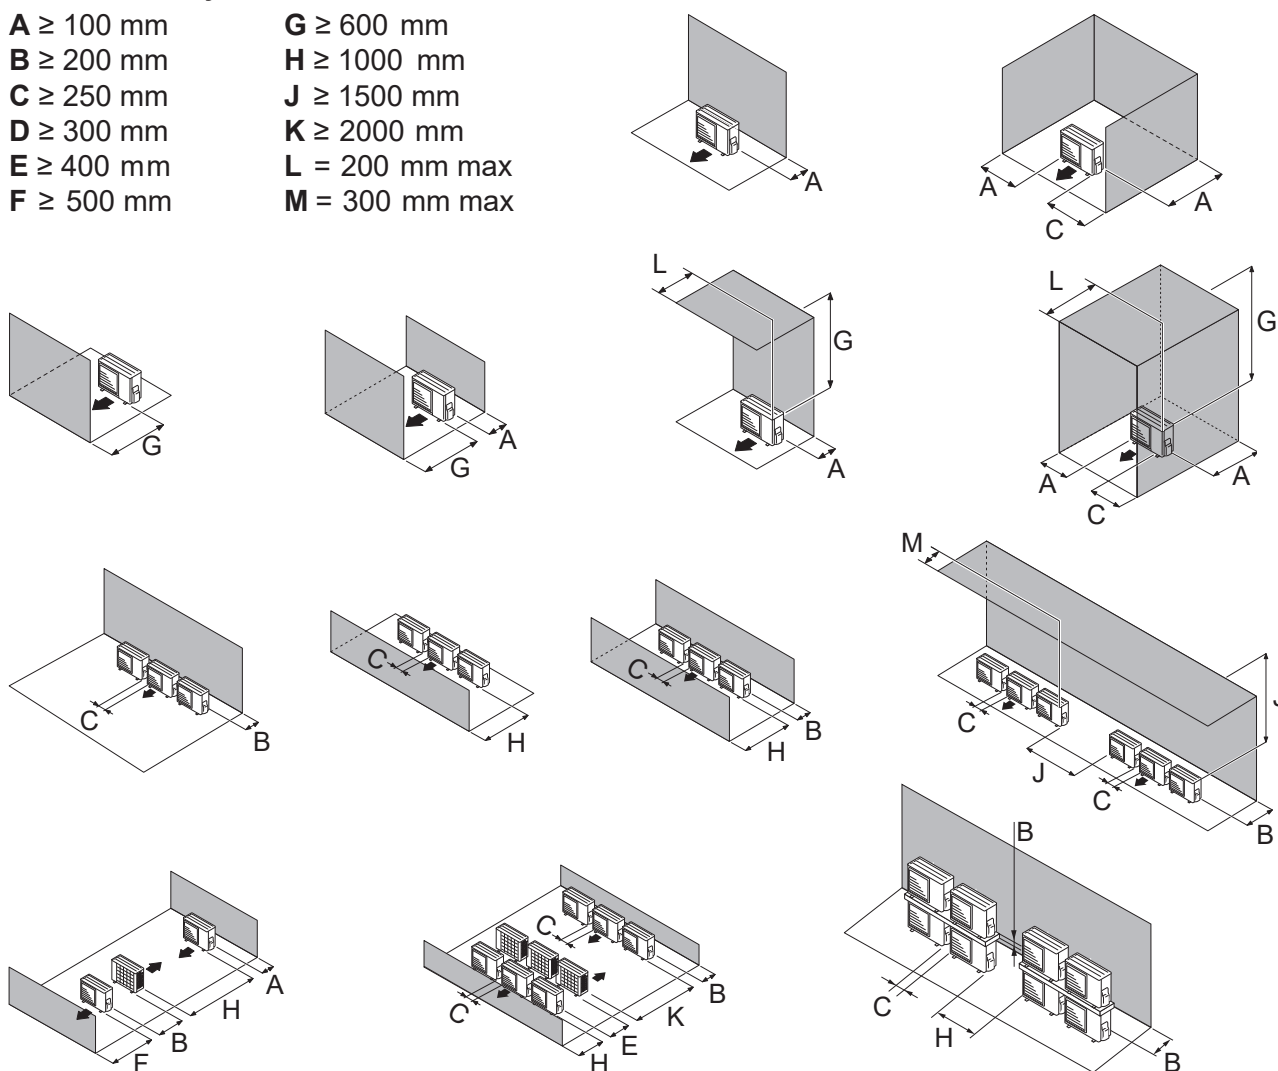
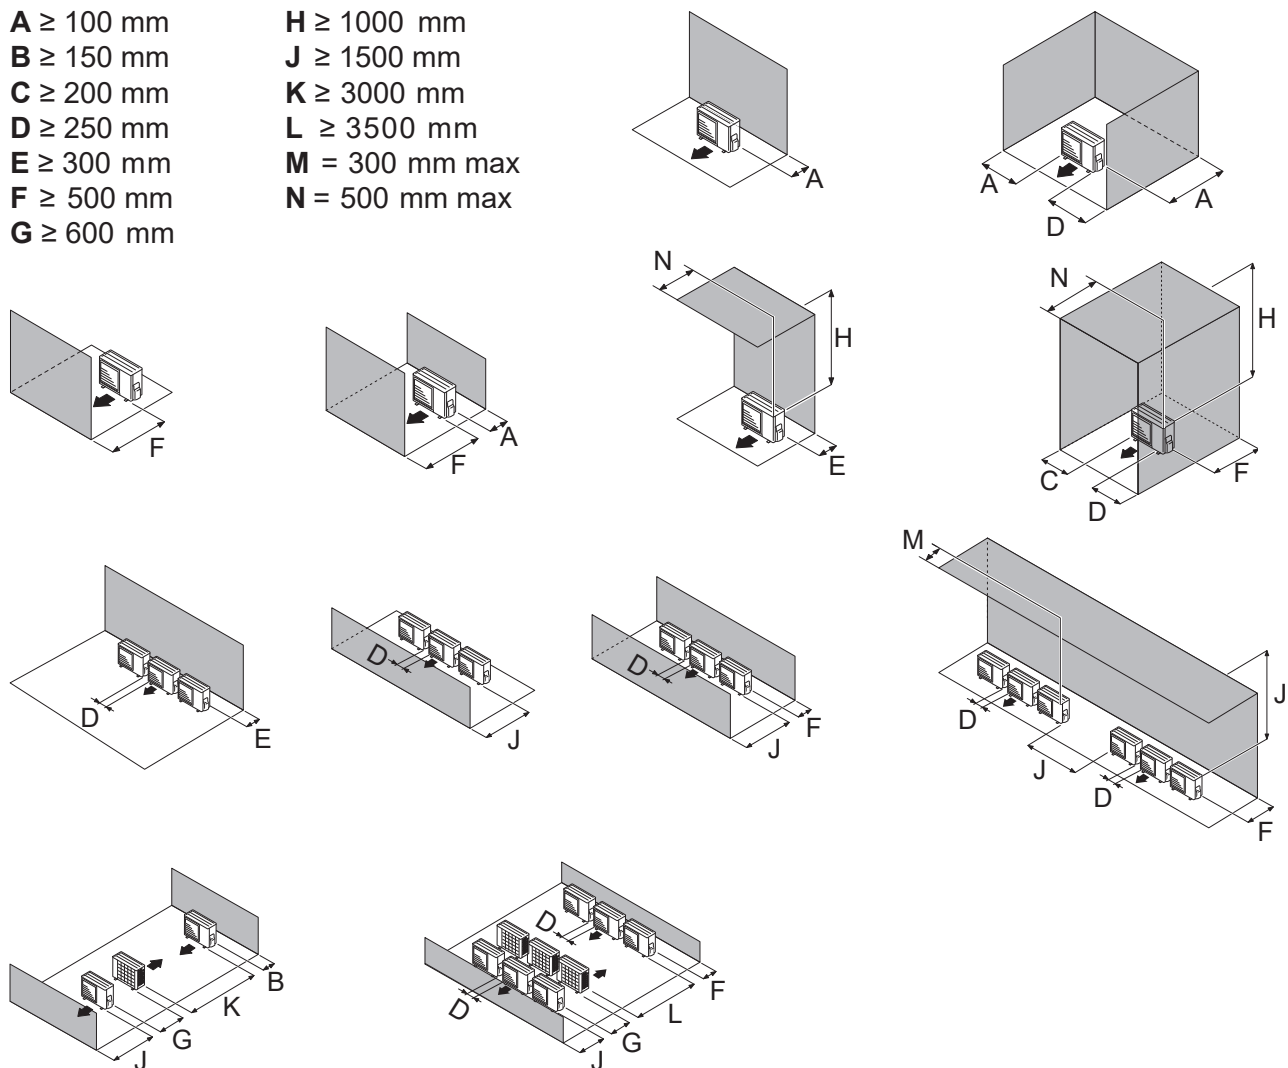

fig. 16 - Distancias mínimas de instalación alrededor de la unidad exterior (modelo 3, 5, 6 y 8)
fig. 17 - Distancias mínimas de instalación alrededor de la unidad exterior (modelo 10)
- El aparato debe estar perfectamente accesible para los trabajos posteriores de instalación y mantenimiento (*fig. 16 y fig. 17, página 20*).
- Ningún obstáculo debe impedir la circulación del aire a través del evaporador ni la salida del ventilador (*fig. 16 y fig. 17, página 20*).